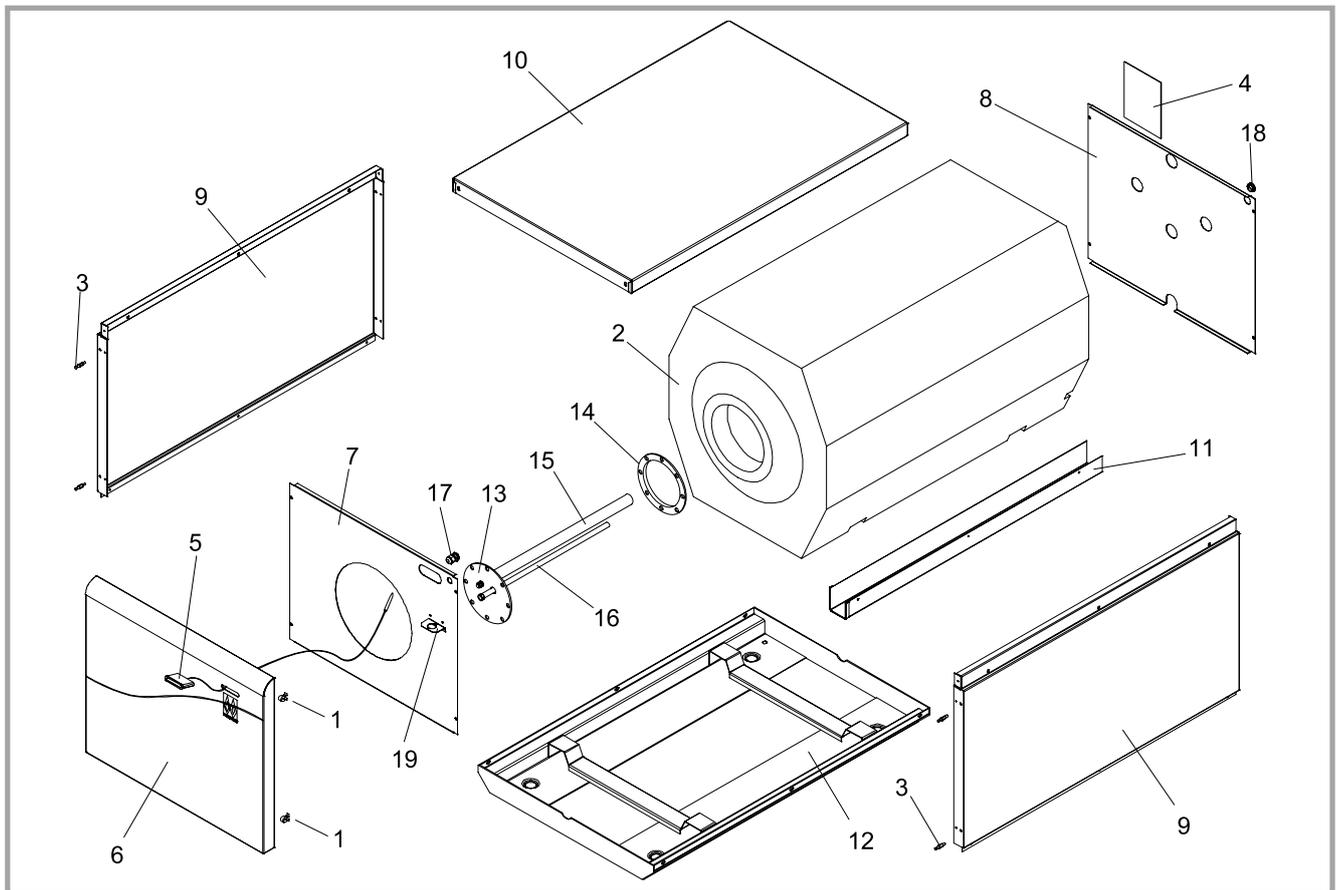

Figure 10 - Vue éclatée (ballon sanitaire)
- Déposer préalablement la fausse façade (rep. 7, fig. 10, p. 9).